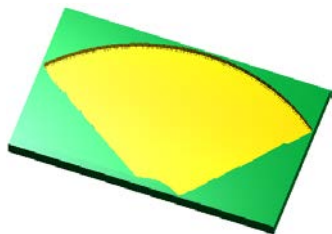

图 6.4.9 仿真结果
(1) 在“操作管理”  选项卡中单击  按钮，然后单击“验证选定操作”按钮 ，系统弹出“Mastercam 模拟器”对话框。
(2) 在“Mastercam 模拟器”对话框中单击  按钮，系统将开始进行实体切削仿真，结果如图 6.4.9 所示，单击  按钮。